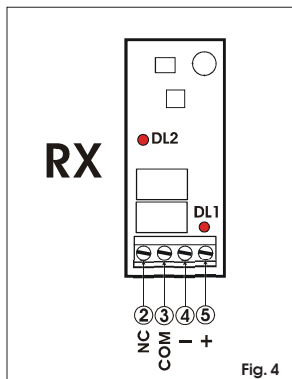
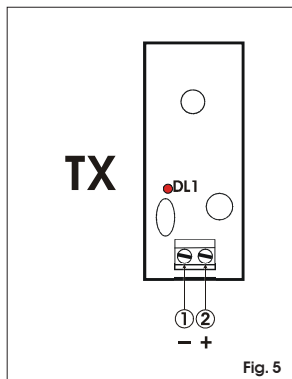

Fig. 4
Fig. 5
- Eseguire i collegamenti elettrici sulle morsettiere del Ricevitore (fig.4) e del Trasmettitore (fig.5) utilizzando il passacavo in dotazione.
- Alimentare le fotocellule verificando l'accensione del Led DL1 sul Ricevitore (fig.4) e sul Trasmettitore (fig.5).
- Verificare l'allineamento controllando in trasparenza che anche il Led DL2 sul Ricevitore (fig. 4) sia acceso.
- Effect the electrical connections on terminal blocks of Receiver (fig.4) and Transmitter (fig.5) using the cable duct supplied.
- Power up photocells and check that LED DL1 on the Receiver (fig.4) and Transmitter (fig.5) is lit.
- Ensure correct alignment by checking against the light that LED DL2 on the Receiver (fig. 4) is also lit.